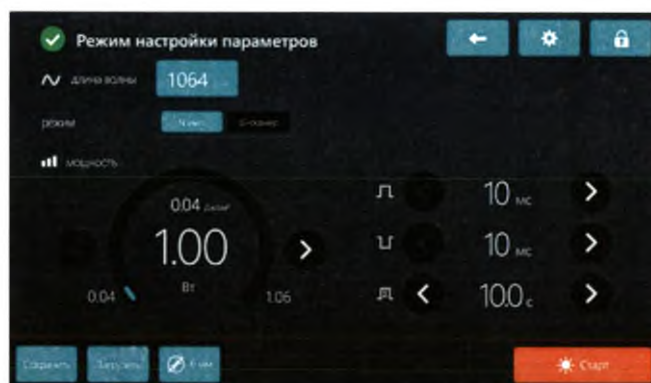

Рис.10.1 – Окно настройки параметров в режиме «N имп»
10.1.1 После выбора режима N имп. и при подключенном манипуле с перестраиваемым фокусом открывается окно настроек параметров (в верхней части экрана горит значок ) (рис. 10.1).